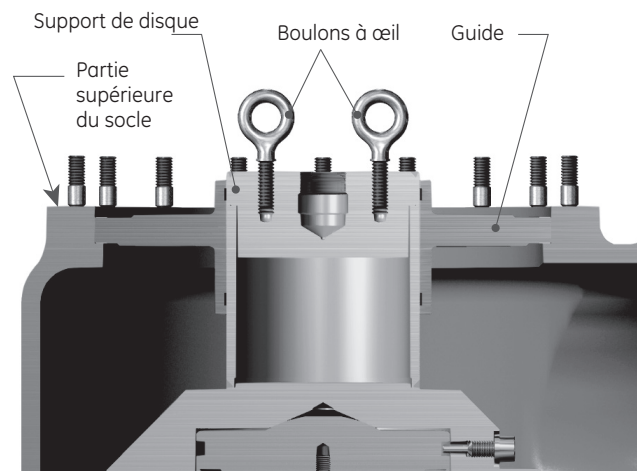

Figure 28 : Outil de retrait du support de disque (V et W)
Sur les orifices « V » et « W », filetez deux boulons à œil 5/8-11 NC sur la partie supérieure du support de disque, comme illustré sur la figure 28. Soulevez et retirez le guide et le support de disque ensemble. Retirez les boulons à œil de la partie supérieure du support de disque.
- Commencez à insérer des mandrins d'assemblage spéciaux dans les trous du support de disque (Figure 28) avec la partie effilée des mandrins contre la partie supérieure du disque, comme indiqué. Reportez-vous à la figure 93 et au tableau 21 de la section Outils et consommables de maintenance pour connaître la taille des mandrins d'assemblage.